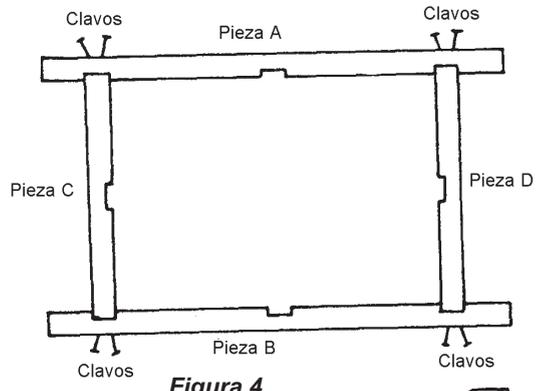

Figura 4
- Ensambla las piezas A, B, C y D, debiendo quedar las ranuras hacia adentro del marco. Para ello, utiliza pegamento para madera y clavos de 1 1/2 pulgadas; el ensamble debe quedar como te lo muestra la figura 4.